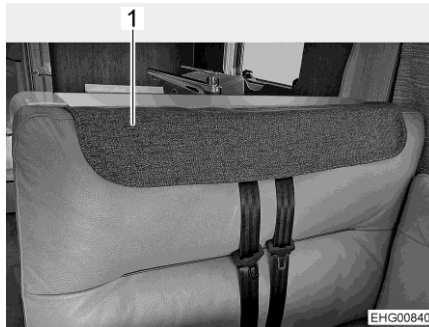

Fig. 60 Cubierta para cinturones de seguridad instalada
Cuando el vehículo está colocado, los reposacabezas pueden retirarse del cojín del respaldo del banco para que sea posible sentarse más cómodamente. Las aberturas para los reposacabezas y el recorte para los cinturones de seguridad pueden cubrirse con una cubierta para cinturones de seguridad (Fig. 60,1).
- Colocar la cubierta para cinturones de seguridad sobre el recorte para los cinturones de seguridad (Fig. 60).